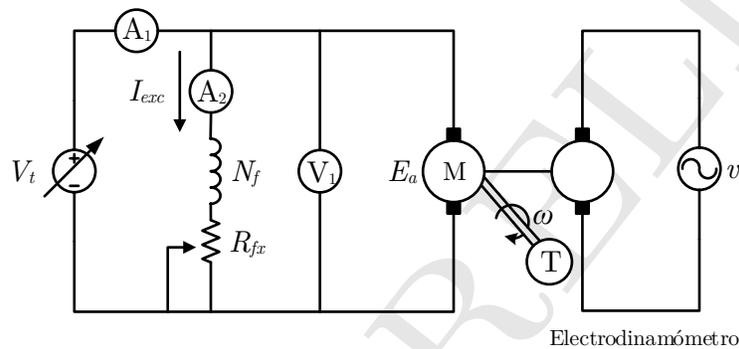

Figura 3: Motor de CD con un electrodinamómetro acoplado.
- Conectar el motor en derivación (*shunt*) acoplado a un electrodinómetro (Figura 3), con un voltaje de 100 V_{cd} , un par pequeño y registrar los valores medidos de voltaje, velocidad y corriente de excitación en la Tabla 3.